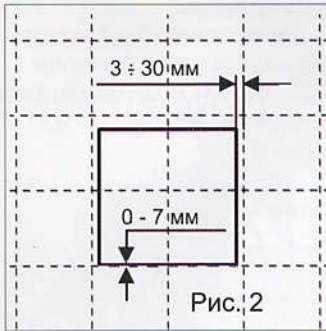

Рис. 2
*ВНИМАНИЕ: расстояние от нижнего края проема до горизонтального плиточного шва не должно превышать 7 мм.* (Рис. 2).